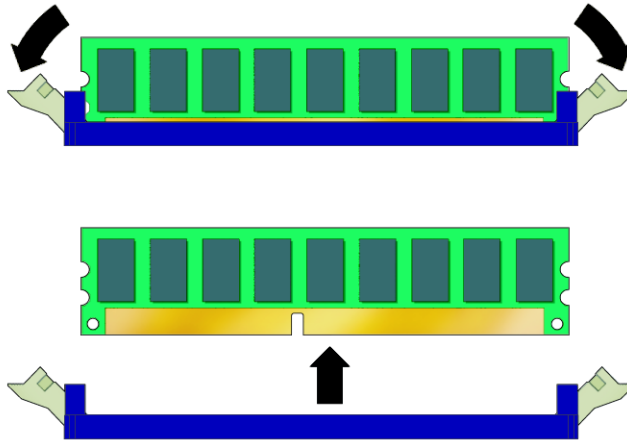

ABBILDUNG 4-26 Ausbauen eines DIMM-Moduls
3. Drücken Sie die Auswurfhebel an beiden Enden des DIMM-Sockels herunter, und entnehmen Sie das Speichermodul (siehe ABBILDUNG 4-26).